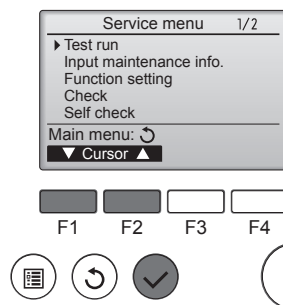

Fig. 7-1
- 1 Seleccione "Test run" (Modo prueba) desde el Menú principal, y pulse el botón [ACEPTAR]. (Fig. 7-1)